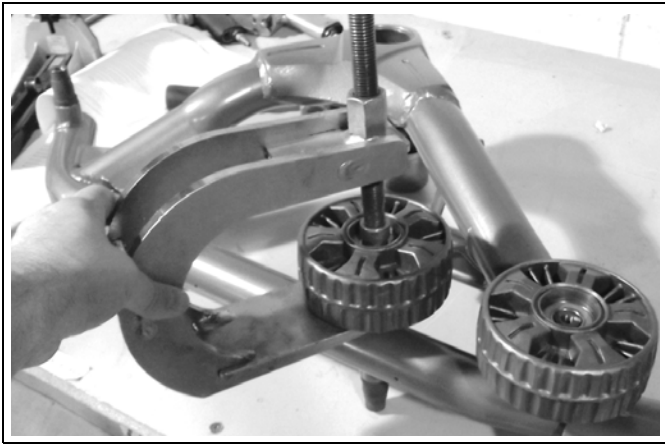

Abbildung 27
- Schieben Sie den Abzieher unter das Rad wie in Abbildung 27 dargestellt.